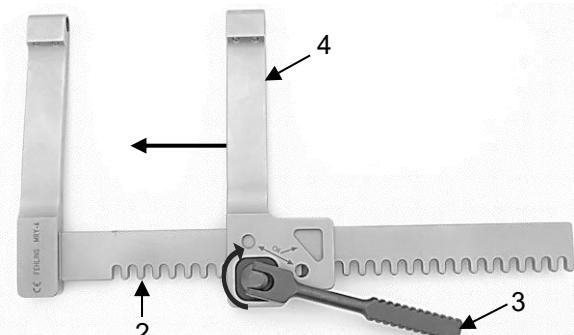

Abb. 17
Es ist darauf zu achten, dass beide Spreizerarme in die gleiche Richtung zeigen, wie in Abbildung 17 zu sehen.
Durch Drehen des Antriebshebels (3) im Uhrzeigersinn den beweglichen Spreizerarm (4) auf der Zahnstange (2) nach innen in Richtung des festen Spreizerarms (1) transportieren (Abb. 17).